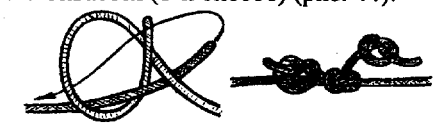

Рис. 44.
**Шкотовый узел (узел «Шкотовый стек», «Шотстек», узел «Вебера», ткацкий булинь** – не путать с булинем класса основных узлов) применяется для связывания веревок одного или разных диаметров. В закрытую петлю (калышку) одной веревки пропускается ходовой конец другой, который делается обнос первой веревки. Далее ходовой конец первой продевается обратно в петлю, после чего узел затягивается (1-й способ) (рис. 44).